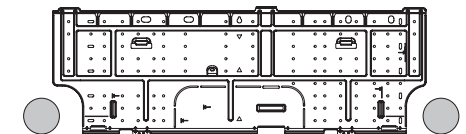

Abb. 3-80
- (1) Die Rückwand mit den 8 mitgelieferten Schrauben an der Wand befestigen. (Abb. 3-80)